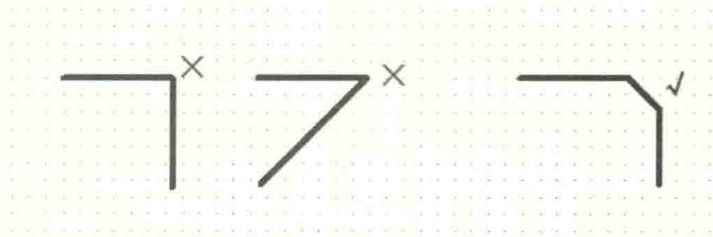

图 9-66 不宜出现直角或锐角走线
(3) 如图 9-66 所示，同一网络不宜出现直角或锐角走线。直角或锐角走线一般是 PCB 布线中要求尽量避免的情况，这也几乎成为衡量布线好坏的标准之一。直角走线会使传输线的线宽发生变化，造成阻抗不连续，造成信号的反射，尖端产生 EMI 影响线路。